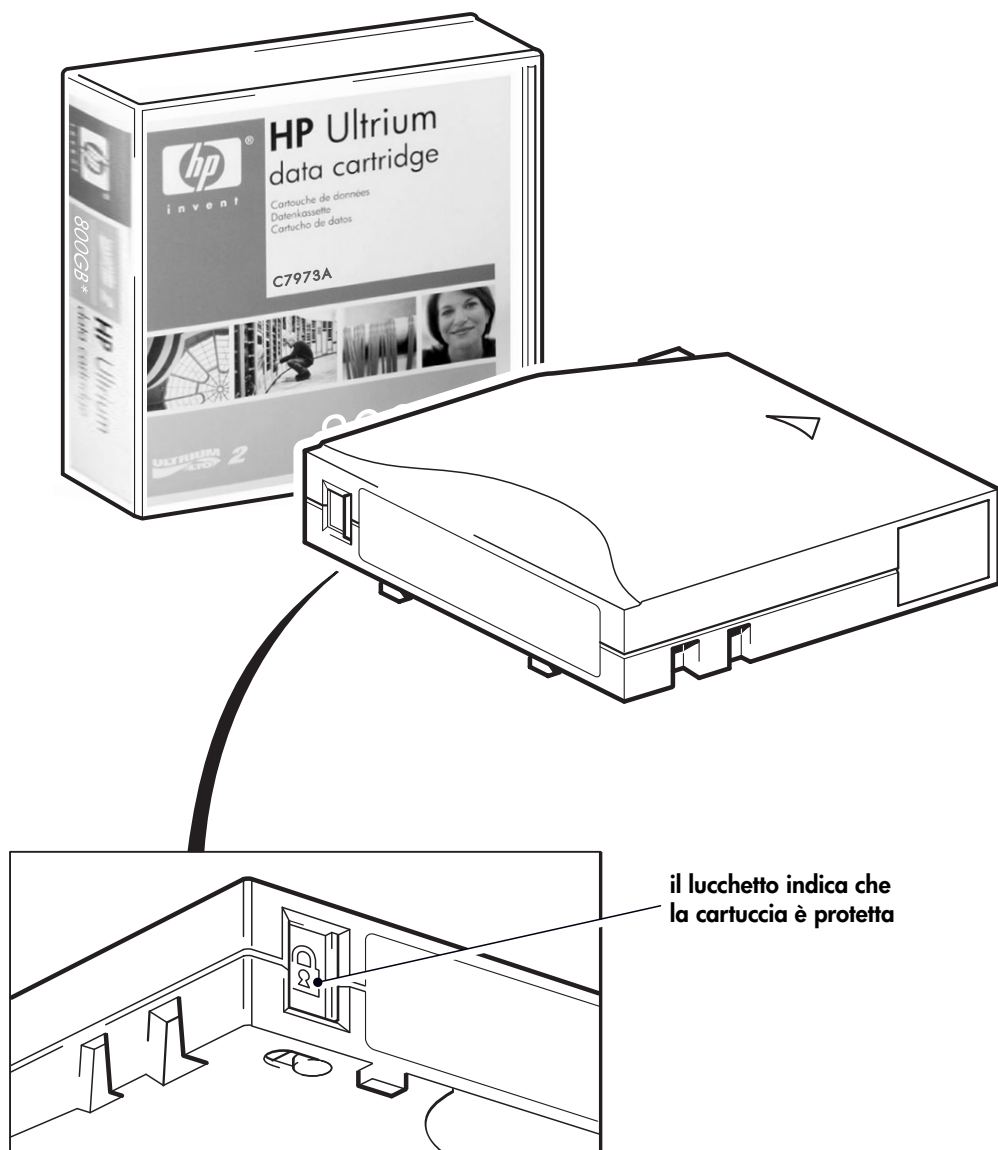

Figura 8: protezione da scrittura delle cartucce
- Per consentire la scrittura su una cartuccia, spingere la linguetta verso sinistra per consentire la registrazione di dati sulla cartuccia. La figura 8 indica la posizione della linguetta per la protezione da scrittura.